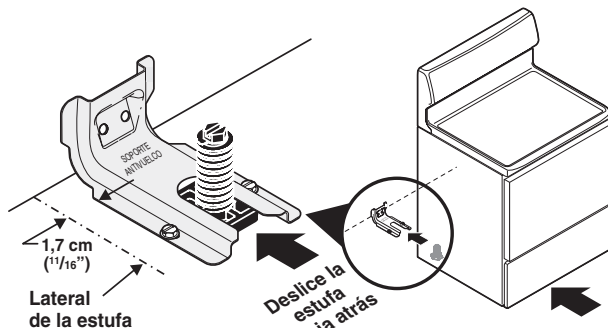

Fig. 7
1c. Nivele y ubique la estufa - Nivele la estufa ajustando los cuatro (4) tornillos niveladores con una llave. NOTA: Se debe dejar un espacio libre mínimo de 1/8" entre la parte inferior de la estufa y los tornillos niveladores a fin de dejar espacio para instalar el soporte. Use un nivel de burbuja de aire para verificar los ajustes. Deslice la estufa de nuevo a su lugar (Ver Fig. 7). Verifique visualmente si el tornillo nivelador trasero está insertado y firmemente asegurado por el soporte antivuelco retirando el panel inferior o la gaveta de almacenamiento. Para los modelos con una gaveta calentadora o compartimiento asador, sujete la estufa desde el borde superior trasero y trate de inclinarla hacia adelante cuidadosamente.
Deslice cuidadosamente la estufa hacia la abertura del gabinete a la vez que inserta el tornillo nivelador trasero en el SOPORTE ANTIVUELCO VERIFICANDO QUE QUEDE BIEN ENGANCHADO (Ver Fig. 7). Asegúrese de que el cordón de alimentación quede plegado en el resto del área abierta del piso detrás de la gaveta de almacenamiento o gaveta calentadora de la estufa. Asegúrese de verificar la nivelación de la estufa.